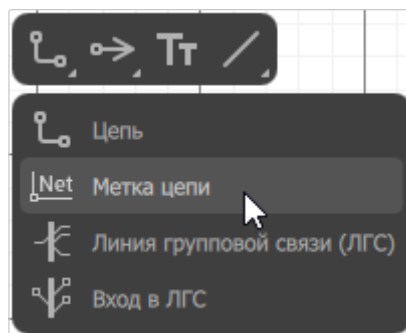

Рисунок 63. Инструмент «Метка цепи» на панели инструментов
- Щелкнуть правой кнопкой мыши по первой кнопке на панели инструментов редактора схем и в раскрывшемся списке выбрать инструмент «Метка цепи» (см. рисунок 63).